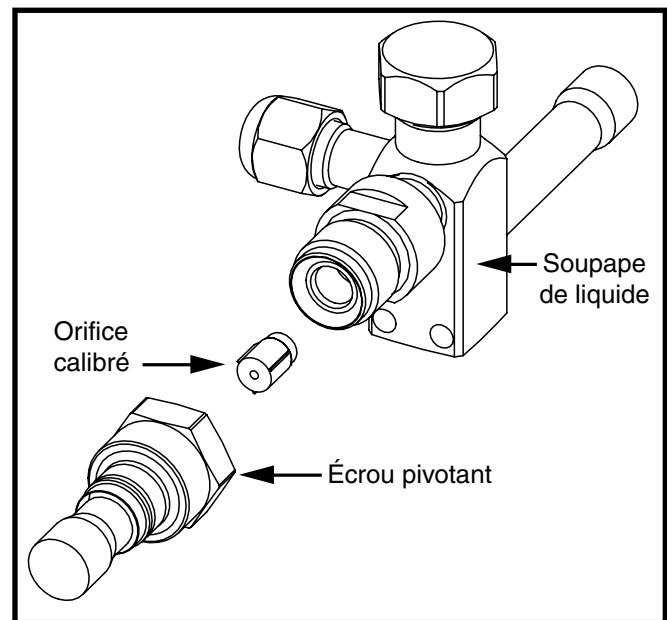

Figure 2. Soupape de liquide, orifice calibré et écrou pivotant
Si l'appareil extérieur est pourvu de la soupape de liquide montrée à la Figure 2, l'orifice calibré est situé à l'intérieur de l'écrou pivotant de la soupape de liquide et non pas à l'intérieur du distributeur de l'appareil extérieur. Effectuez les étapes 1 à 5 si l'orifice calibré extérieur doit être changé.
4. Insérez le nouvel orifice dans le corps de soupape, bout arrondi vers l'intérieur de la soupape. Voyez la Figure 2 \(page 4\).